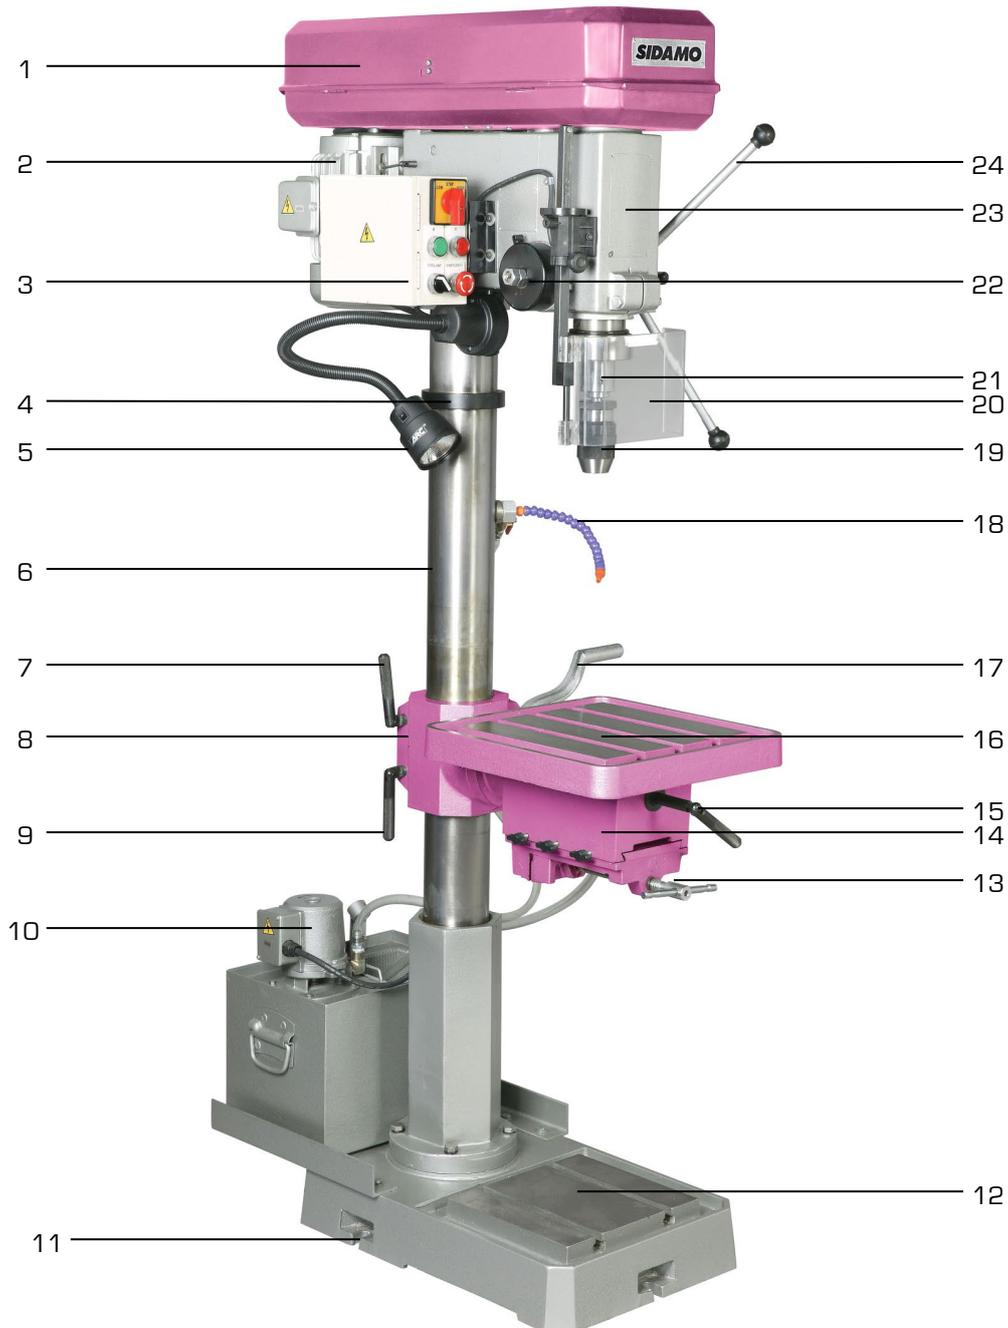

Figure 1
Sceller la machine au sol au moyen des trois trous (11 fig.1) dans l'embase.
- Les bras et les poignées de descente de broche (24 fig.1)
- La manivelle de montée/descente de table (17 fig.1)
- Le tuyau de liquide de coupe aimanté (18 fig.1)
- Le mandrin auto-serrant + la queue de mandrin (19 fig.1)